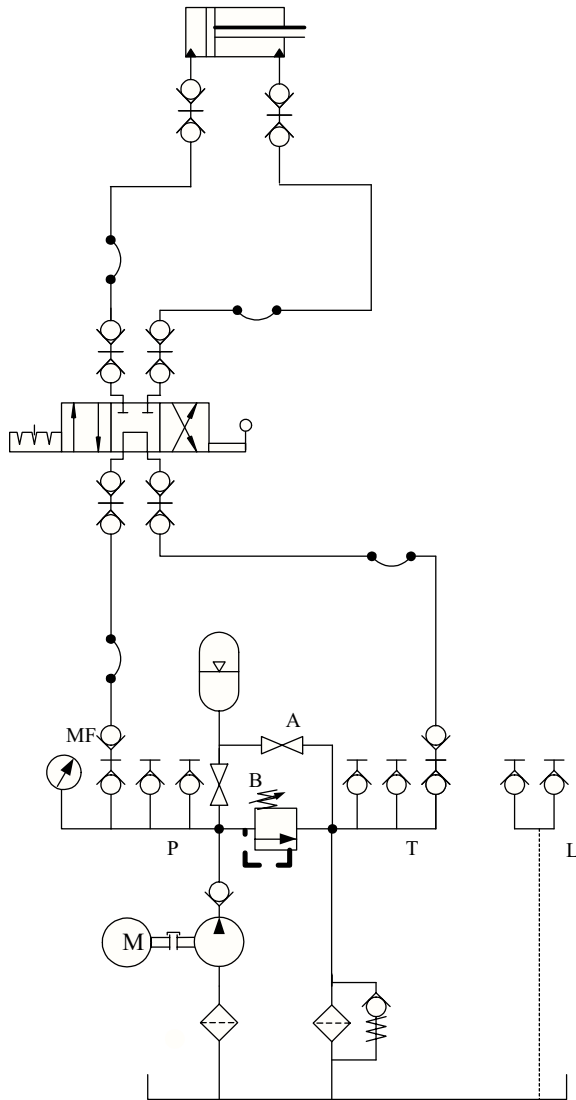

Figura 1.5. Circuito hidráulico.
21. Apagar la unidad de potencia y construir el circuito mostrado en la figura 1.5.
22. Marcar en la figura 1.5 con color rojo el camino que sigue el aceite cuando la válvula se encuentra en conductos cruzados y con color azul cuando se encuentra en posición central
3. En el circuito de la figura 1.5, ¿Qué función realiza la válvula antirretorno que se encuentra en paralelo con el filtro?